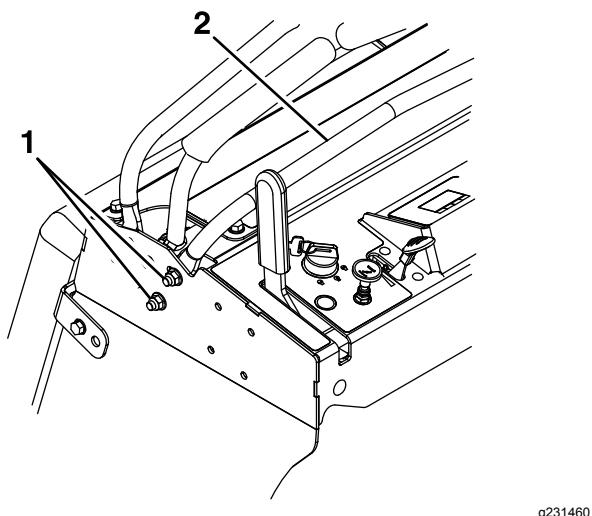

Figure 29
2. Desserrez les boulons des deux côtés de la tour de commande en desserrant les deux écrous de chaque côté (quatre en tout) de la console (voir Figure 29).